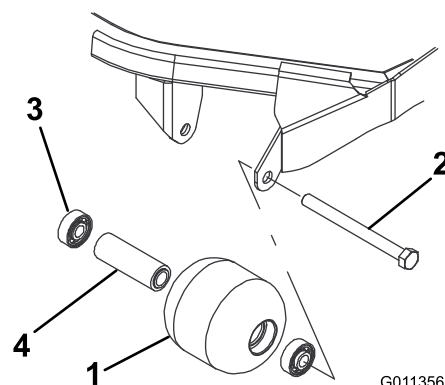

Figure 17
- Retirez le boulon de fixation du galet (Figure 17).
- Vérifiez l'état du logement de roulements, des roulements et de l'entretoise de roulements (Figure 17) Remplacez les composants endommagés et procédez au remontage.
- Enfoncez le premier roulement dans le logement à la presse (Figure 17). Exercez la pression uniquement sur la bague extérieure ou uniformément sur les bagues intérieure et extérieure.
- Insérez l'entretoise (Figure 17).
- Enfoncez le second roulement dans le logement (Figure 17) en exerçant une pression uniforme sur les bagues intérieure et extérieure jusqu'à ce que la bague intérieure rencontre l'entretoise.